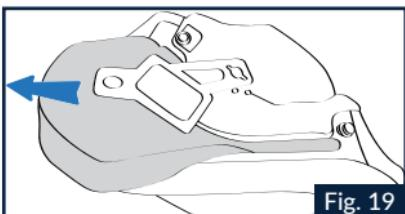

Fig. 19
2.2 Estrarre delicatamente dalla fodera di rivestimento in tessuto del guanciale sinistro la sua imbottitura interna in schiuma espansa (Fig.19).
5.1 Inserire delicatamente nella fodera di rivestimento in tessuto del guanciale sinistro la sua imbottitura interna in schiuma espansa (Fig.19). Stendere con cura l'imbottitura controllando che non si presentino grinze nel rivestimento in tessuto del guanciale.